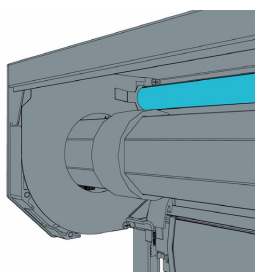

Рис. 20. Установка левой части вала с антимоскитной сеткой
- вставить левую часть вала с выступающим ПИМом в отверстие в кронштейне M-BR-L или ограничительную пластину GPU (рис. 20);